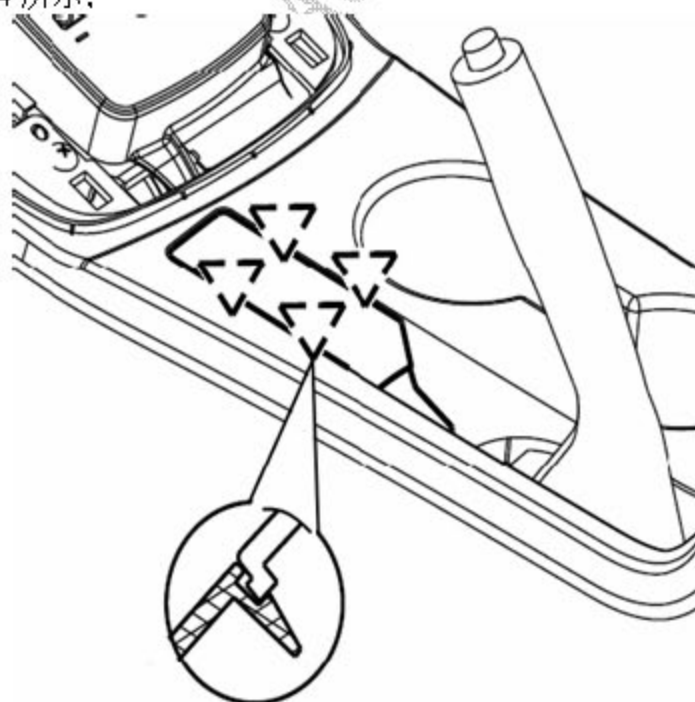

图 6-2-4 手刹护板橡胶挡块组件的拆卸(2)
2).用一字螺丝刀小心沿手刹护板橡胶挡块组件与副仪表板本体配合边缘撬起橡胶挡块,直至将两者之间的卡脚配合结构完全松开,再取下手刹护板橡胶挡块组件。如图 6-2-4 所示;